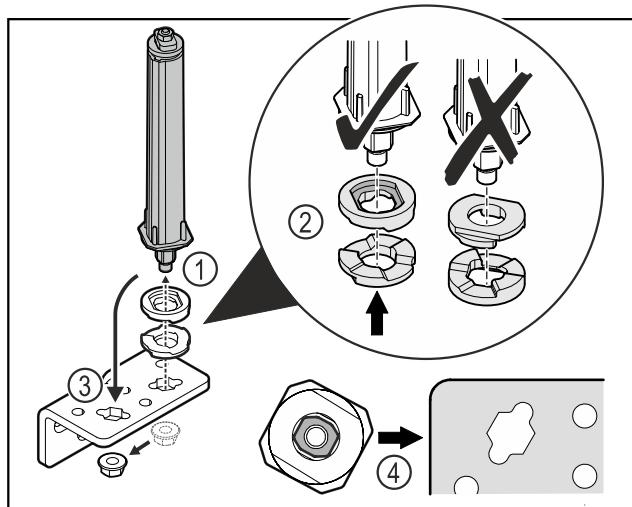

Fig. 38
- Desfaceți piulița și îndepărtați sistemul de închidere a ușii Fig. 38 (1).
- Aveți în vedere alinierea corectă a șaibelor de reglaj pe înălțime Fig. 38 (2).
- Mutați sistemul de închidere a ușii în colțarul balamalei și fixați cu piulița Fig. 38 (3).
- La utilizare aveți în vedere alinierea corectă a sistemului de închidere a ușii Fig. 38 (4).